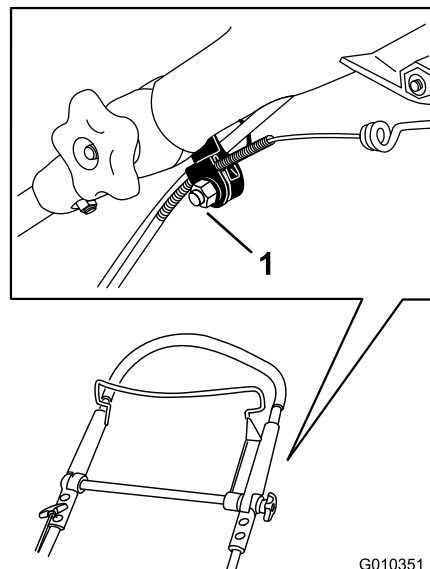

Figura 20
1. Allentate il dado sul serrafile per cavi (Figura 20).